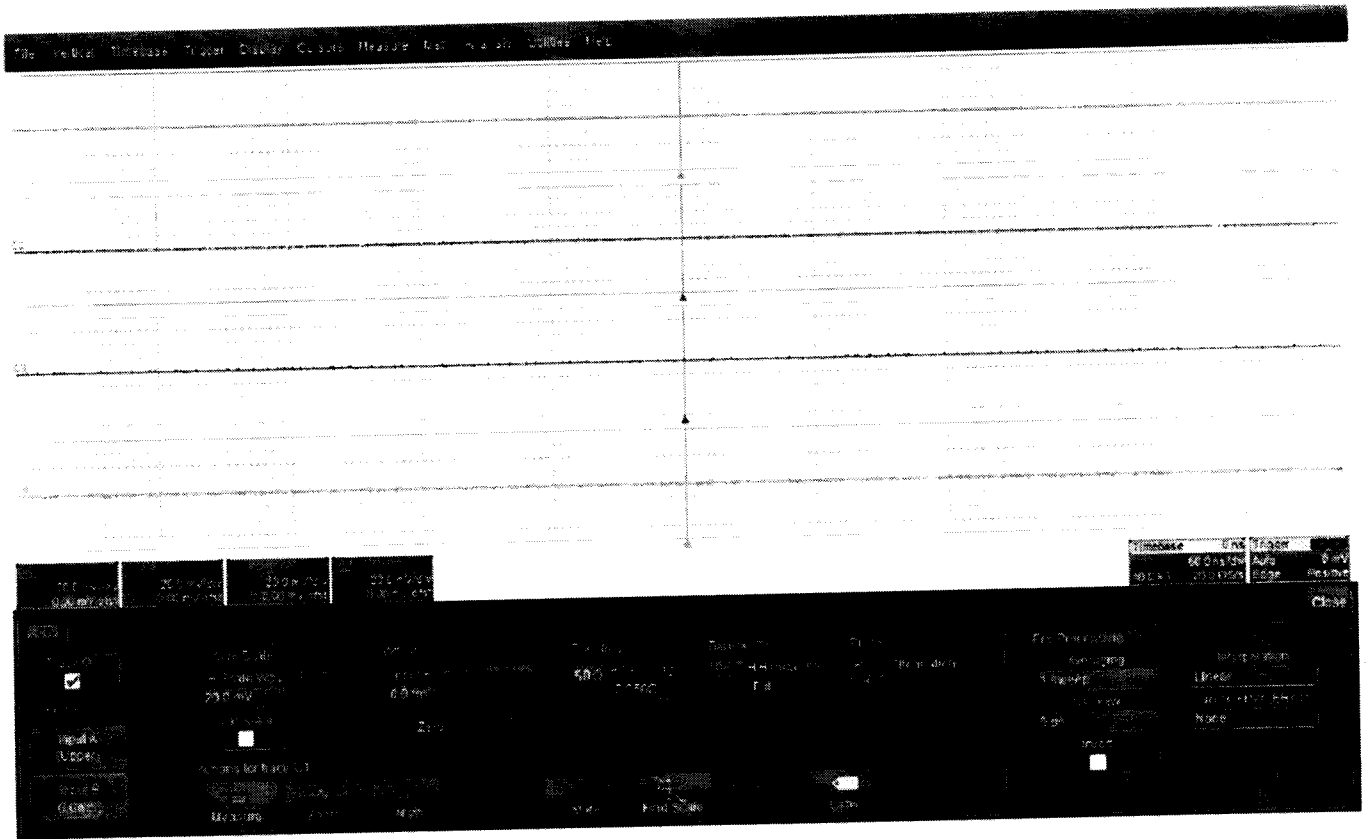

Рисунок 5
8.5.2.1 Установить следующие параметры осциллографа (рисунок 5):